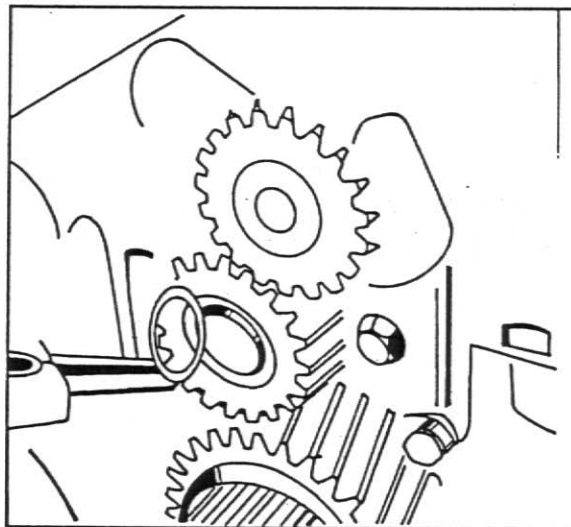

Fig. 4
2. Posicione o bloco do motor na posição inversa e remova o cárter. Remova o anel trava da engrenagem intermediária da bomba de óleo lubrificante e a engrenagem, fig.4.